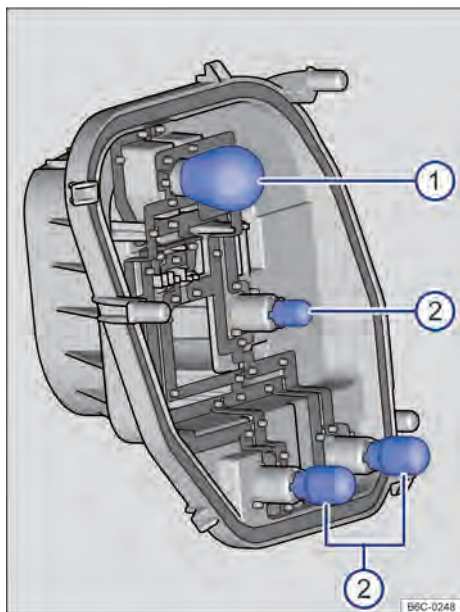

Fig. 142 Lanterna traseira: remover as lâmpadas
11. Para remover as lâmpadas incandescentes queimadas: → Fig. 142 ① pressionar a lâmpada contra o alojamento e girar no sentido anti-ho-
13. Para inserir as novas lâmpadas no suporte das lâmpadas, introduza a nova lâmpada no respectivo alojamento: → Fig. 142 A pressionar a lâmpada e girar no sentido horário até o batente. B pressionar a lâmpada no sentido do alojamento até o batente.